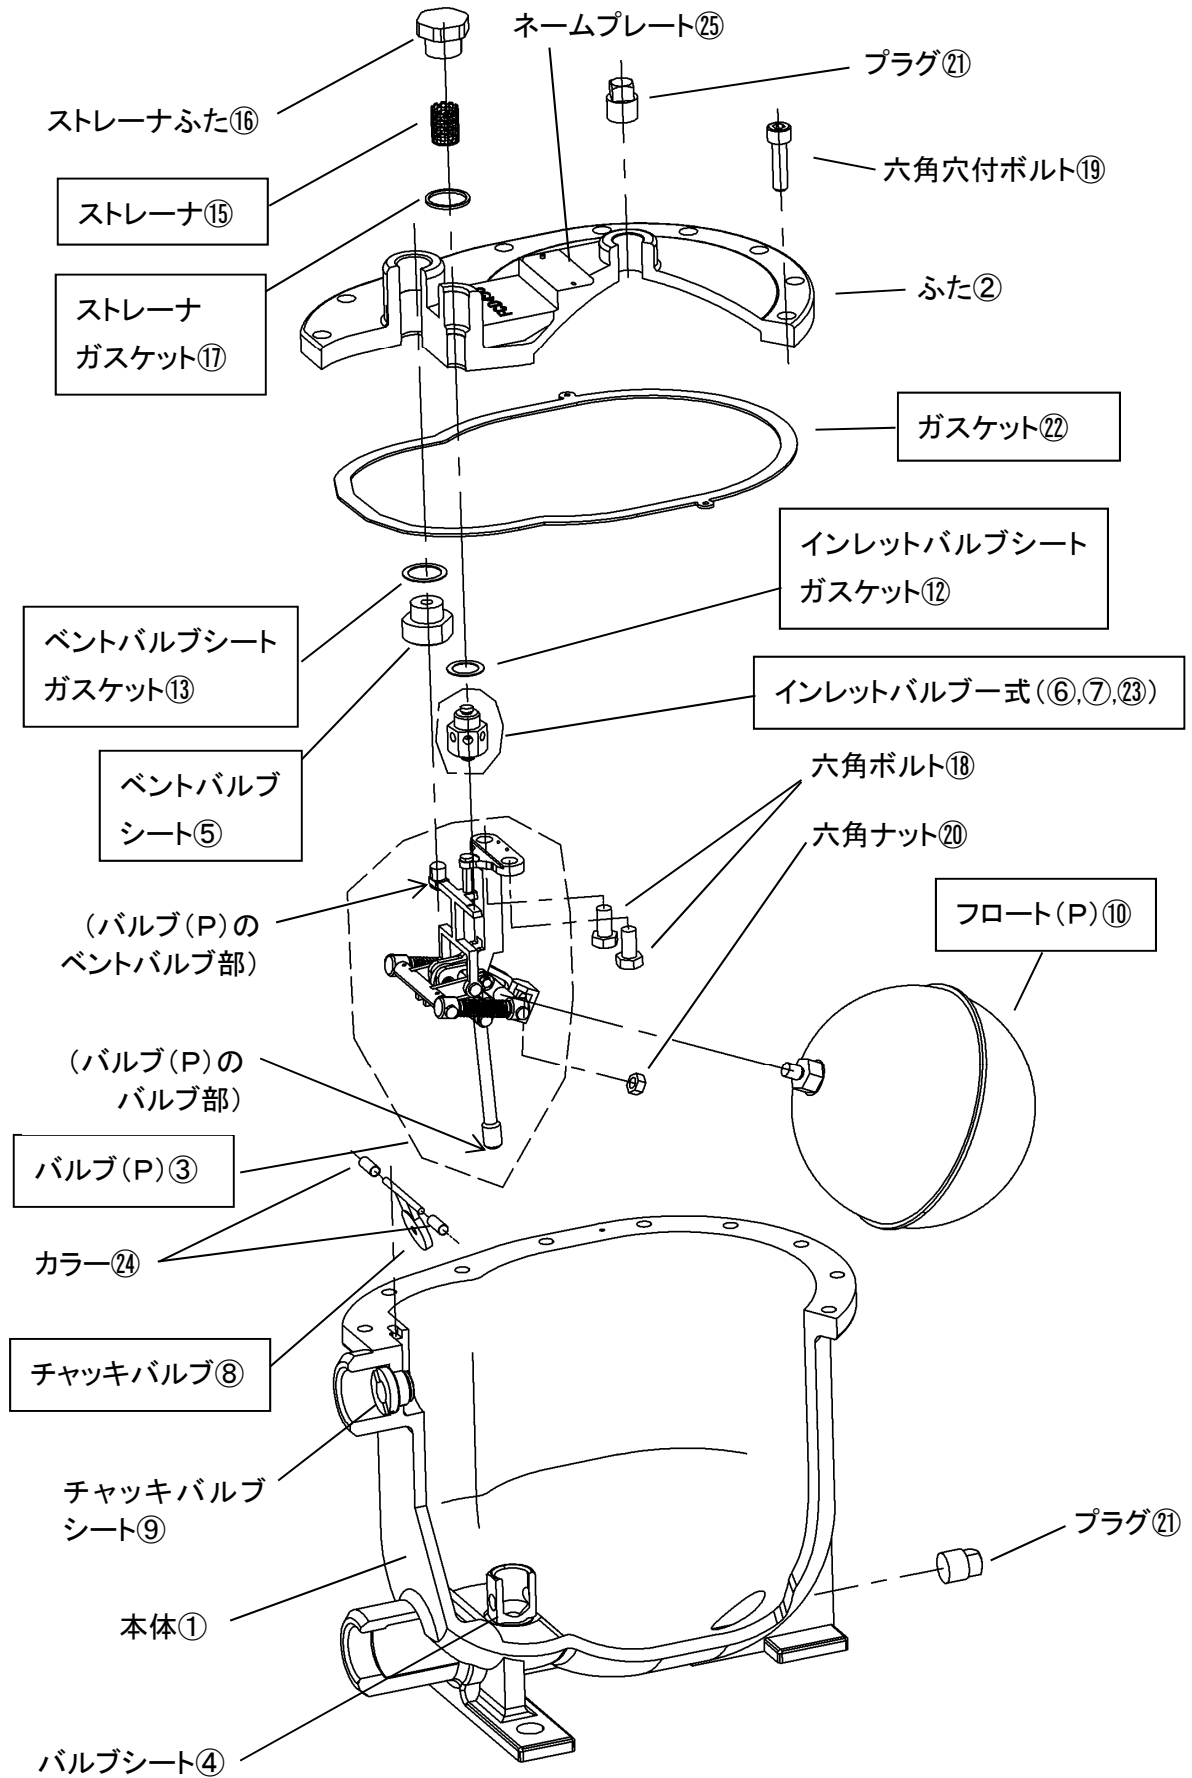

図 10
6. 5. 2 分解方法(図 10 参照)
6. 5. 3 組立方法(図 10 参照)